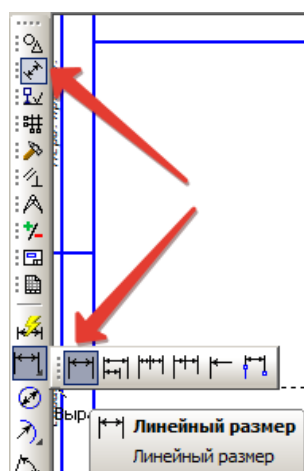
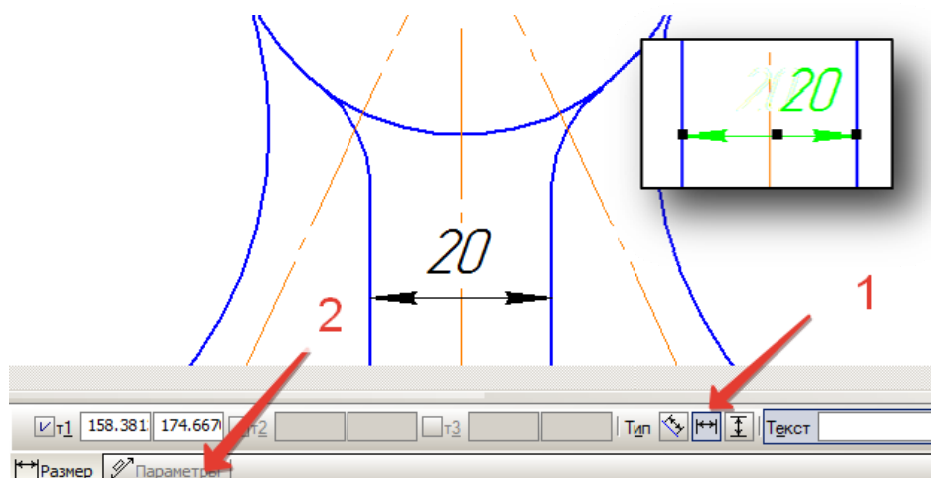

Рисунок 2.56
Рисунок 2.57
Лінійний розмір (рис. 2.56): вказуємо початок і кінець розмірної лінії, обираємо тип розміру (1 – горизонтальний, вертикальний, паралельно до об'єкта) і фіксуємо положення цифрового позначення розміру. За необхідності розмір можна винести на полицю, використовуючи «Параметры» (2) на панелі властивостей (рис. 2.57).
В даному випадку розмірне число наклалося на осьову лінію. Тому бажано його пересунути, обравши в параметрах «Ручное» розташування і, клікнувши на розмірній лінії один раз кнопкою миші, коли розмір підсвітиться зеленим кольором (виносний елемент на рис. 2.57), з'являться вузлики керування, за допомогою яких пересунемо розмірне число.